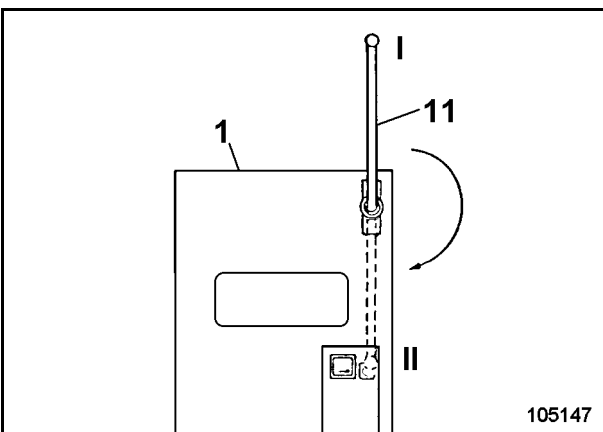
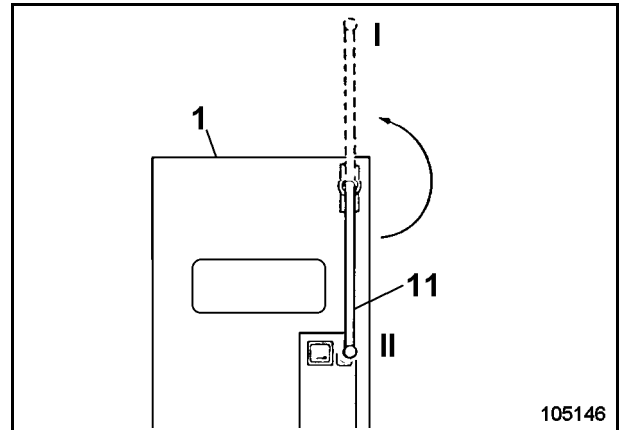

Fig. 2-49:
Fig. 2-50:
- Schalthebel (11, Fig. 2-49:) nach oben zeigend auf die Schaltwelle des Lasttrennschalters (1) aufstecken.
- Mit dem Schalthebel (11) die Schaltwelle (Antrieb A) im Uhrzeigersinn von Stellung I um ca. 180 ° nach unten in Stellung II drehen. Dadurch wird die Ausschaltfeder vorgespannt.
- Mit dem Schalthebel (11, Fig. 2-50:) die Schaltwelle von Stellung II gegen den Uhrzeigersinn um 180 ° nach oben in Stellung I drehen. Dadurch wird die Einschaltfeder vorgespannt und der Lasttrennschalter schaltet sich ein.
- Mit dem Schalthebel (11, Fig. 2-49:) die Schaltwelle ca. 20 ° gegen Uhrzeigersinn drehen. Dadurch wird die Ausschaltfeder entspannt. Der Lasttrennschalter schaltet sich ab.